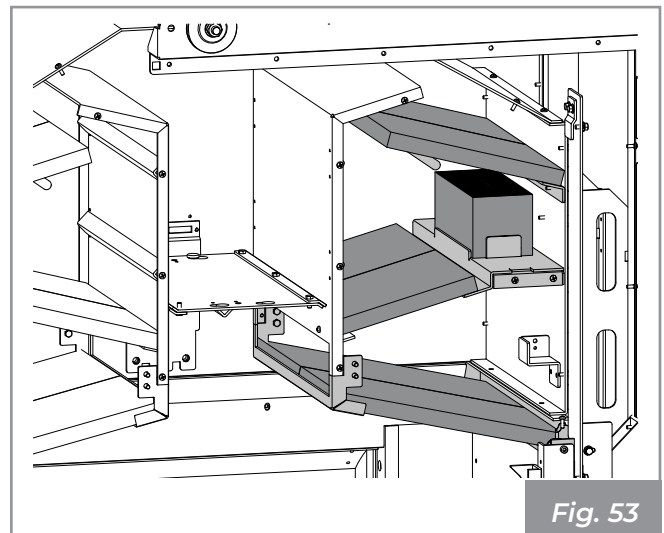

Fig. 53
8) Proceder del mismo modo en el lado opuesto.(Fig. 53).